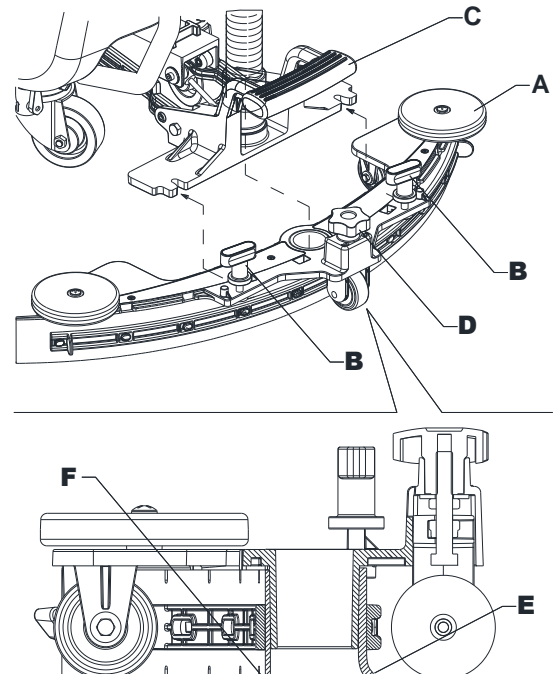

Figure 7
1. Installer la raclette (A, Fig. 7) et la fixer à l'étrier (C) avec les boutons (B).
2. Si nécessaire, régler la raclette avec la poignée (D) de sorte que la lame arrière (E) et la lame avant (F) touchent le sol, comme indiqué dans la figure.